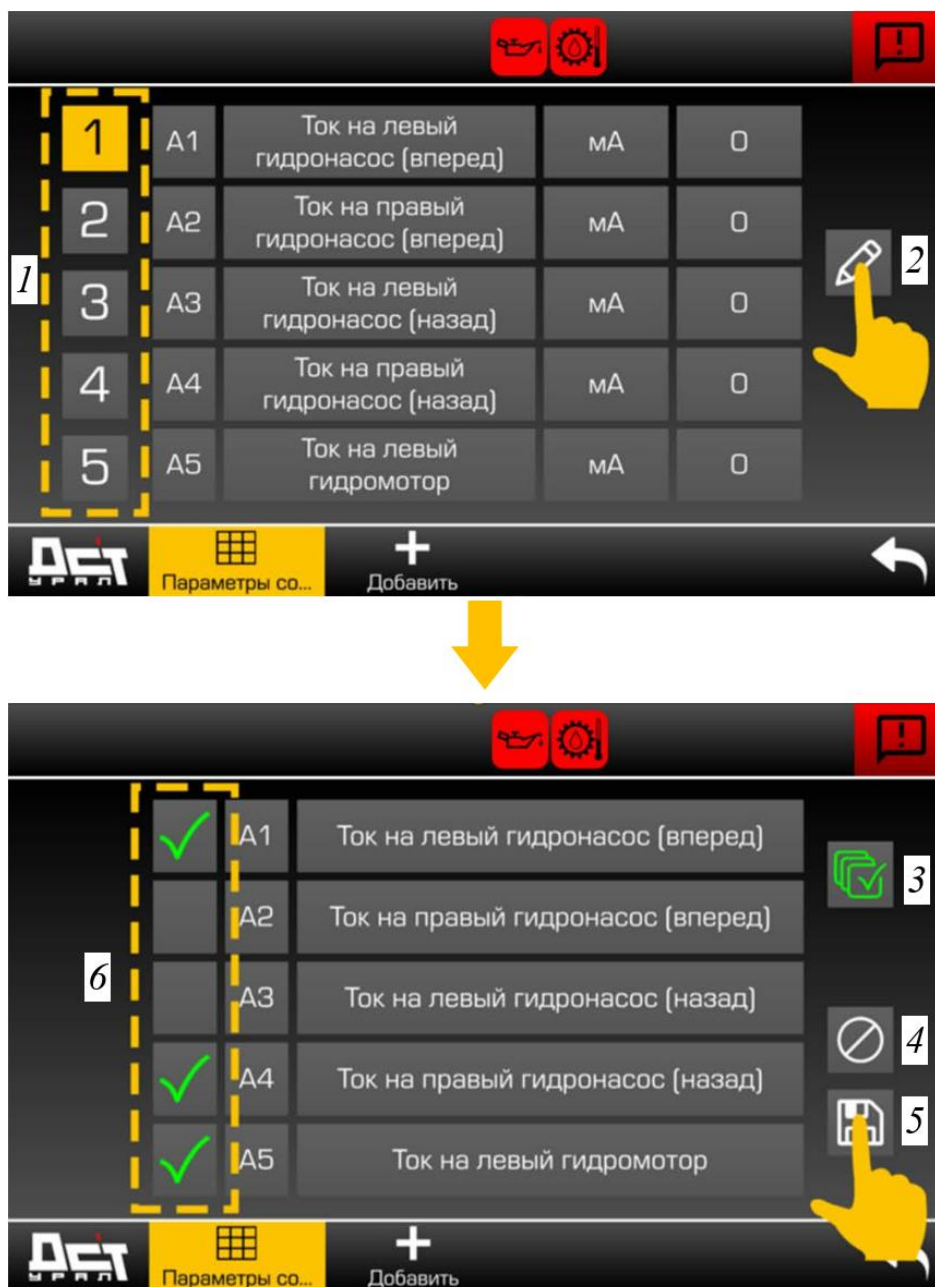

Рисунок 3.18. Настройка пресета сводной таблицы
В приложении имеется сводная таблица, с помощью которой можно проводить диагностику и мониторинг параметров состояния машины, см. рис. 3.18.
- Выбрать номер настраиваемого пресета, см. поз. 1, рис. 3.18.
- В появившемся окне (рис. 3.18) выбрать необходимые для отображения параметры, поз. 6. Для того, чтобы выделить все параметры нажмите кнопку 3.